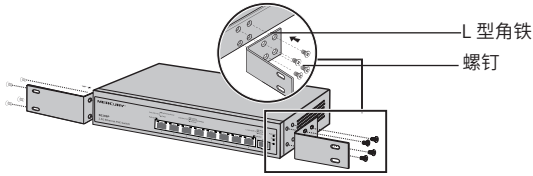

图 3-2 角铁安装示意图
2. 将配件中的两个 L 型角铁分别安装在交换机面板的两侧，并用配件中提供的螺钉固定，如图 3-2 所示；